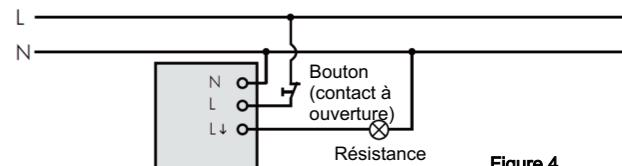
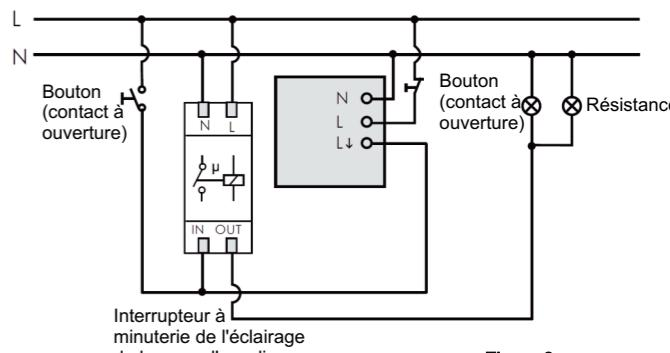
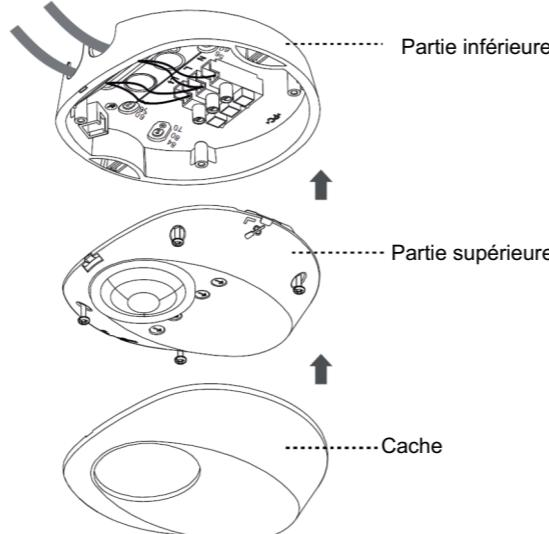

Figure 4
Figure 6
Figure 12
La résistance peut être activée manuellement en utilisant un bouton externe. (contact à ouverture > 10 A) Voir figure 4 à figure 6. Lorsque la résistance est désactivée, elle peut être activée en actionnant brièvement (< 1 sec.) le bouton ; le réglage de la luminosité n'étant pas actif. Après l'activation manuelle de la résistance, elle se désactive automatiquement après le temps programmé lorsqu'aucun mouvement n'a été détecté.
3.3.1 Une résistance est activée par un détecteur. (Voir figure 4).
3.3.2 Interrupteur à minuterie de l'éclairage de la cage d'escalier activé par le détecteur (le temps doit être réglé sur 1s). (Voir figure 6).
3.4.1.6 Respectez le câblage. Voir figure 4 à figure 6 et respectez l'assemblage du détecteur figure 12.
3.4.2.4. Respectez le câblage. Voir figure 4 à figure 6 et respectez l'assemblage du détecteur figure 12.